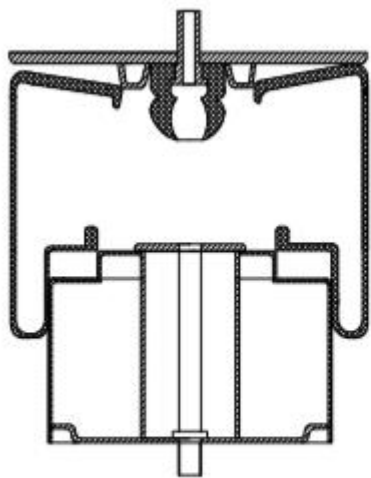

图 27 上下口脱开
6.2.6 行驶中如遇到气囊漏气时,请及时检查气囊皮上口是否与气囊上盖脱开或气囊皮下口与气囊下座脱开(见图 27)。如有脱开现象请及时按 6.7 节重新安装气囊。安装后气囊皮上下口应与上盖下座完全吻合。